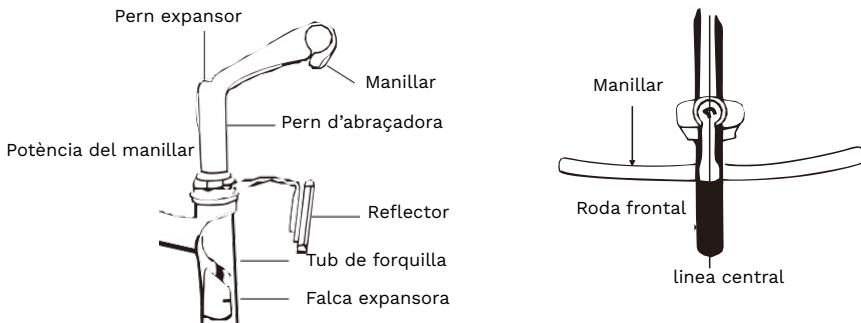

fig. 10: Conjunt de manillar i potència del manillar
2. Alineeu la potència del manillar amb la roda davantera (vegeu la fig. 10). Premeu fermament el pern de l'expansor amb una clau ajustable. Nota: Alguns models requereixen una clau Allen de 6 mm. (Parell de collament: 18 N.m o 14 ft.lbs.)
6. Assegureu-vos que el manillar i la potència estiguin ben ajustats abans de muntar. El manillar no ha de girar a la potència. En asseure's a rialles i subjectar la roda davantera entre els genolls, el manillar no ha de girar en aplicar pressió horitzontalment. Consulteu la (fig. 10).